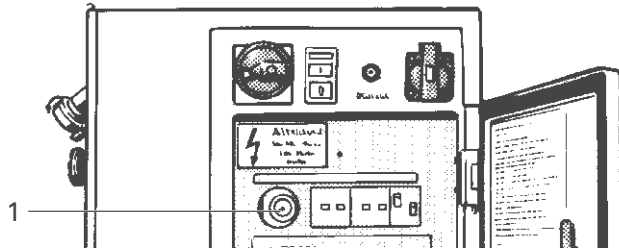

Bild 16: Zeitrelais
- Schaltschrank -MR/-MRS öffnen und Zeitrelais (Bild 16, 1) auf die zuvor erfasste Zeit einstellen